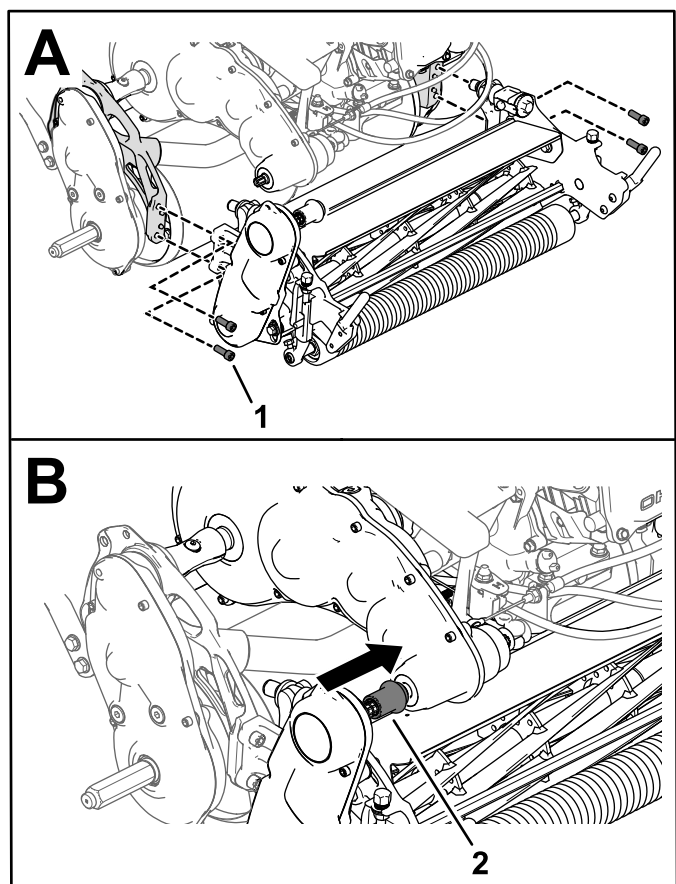

図 46
3. ソケットヘッドねじ4本でカッティングユニットをフレームに固定する 図 46。
4. カッティングユニット駆動カップラをトランスミッションの駆動シャフトに接続する 図 46。